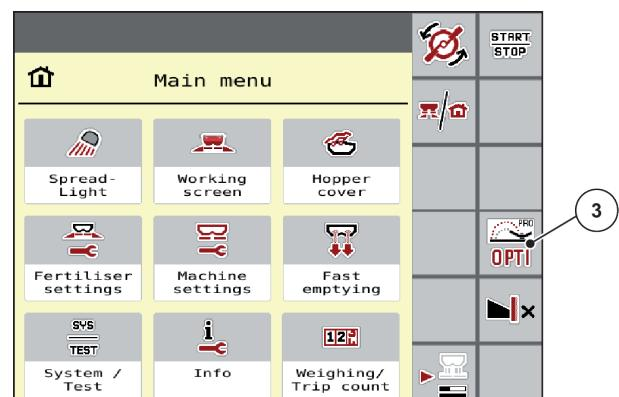

Fig. 15: OptiPoint activé dans le menu principal
- ▶ Appuyez sur la touche de fonction « OPTI » pour activer le mode fourrière. Ou activable dans le menu principal, voir Fig. 15 OptiPoint activé dans le menu principal.